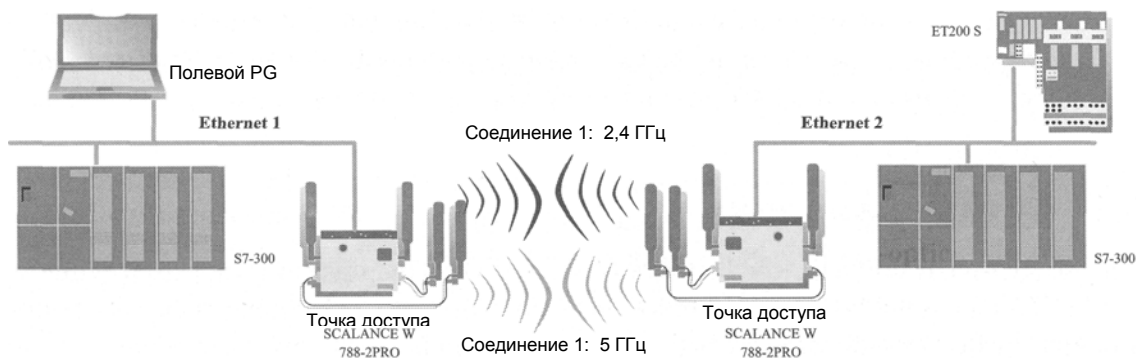

Рис. 7.18 Режим резервирования (Redundancy mode)
- Режим резервирования "Redundancy mode": При данном режиме два сетевых сегмента Industrial Ethernet связаны посредством двух двойных точек доступа SCALANCE W788-2PRO; при этом поток данных передается по параллельным радиоканалам, обеспечиваемым двумя радиоплатами с каждой стороны (см. рис. 7.18). Если для одной радиоплаты выбрана несущая частота 2,4 ГГц, а для другой радиоплаты - 5 ГГц, то при этом обеспечивается максимальная надежность радиосвязи между сетевыми сегментами.